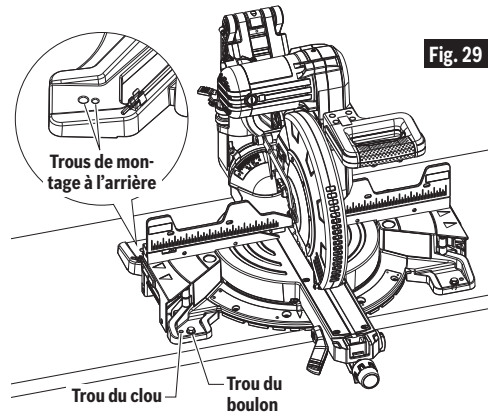

Fig. 29
1. Chacun des quatre trous de montage doit être boulonné solidement à l'aide de boulons de 5/16 po, de rondelles d'arrêt et d'écrous hexagonaux (non fournis) (Figure 29).
3. Percez quatre (4) trous de 5/16 po de diamètre à travers l'établi.